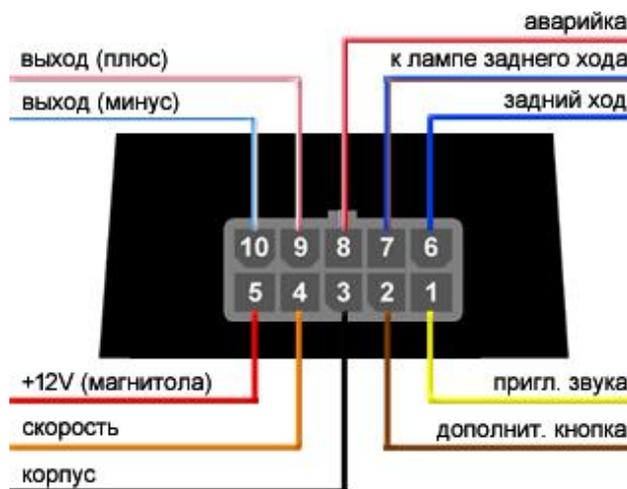

Рис.1 Назначение контактов устройства
**Цвета проводов могут отличаться от указанных. Чтобы не ошибиться, ориентируйтесь по порядку их монтажа в разъемах по схеме соединений. Нумерация контактов указана на рис.1.**